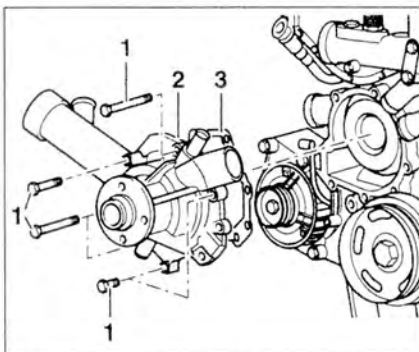

Рис. 2.59. Равномерно ослабьте гайки 1 и снимите насос системы охлаждения 2 и прокладку 3.
5. Равномерно ослабьте гайки 1 и снимите насос системы охлаждения 2 и прокладку 3 (рис. 2.59).